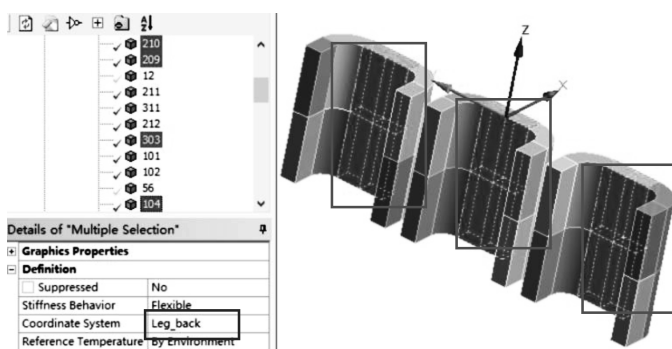

图 10-21 分配 Leg_back 坐标系及选中模型
(9) 在导航树里单击【Leg_back】，图像区域显示 Leg_back 坐标在模型中的位置，分别选择线圈 103、104、109、110、203、204、209、210、303、304、309、310 模型；接着单击右键，从弹出的快捷菜单中选择【Go To】→【Corresponding Bodies in Tree】转移到导航树区域，【Details of “Multiple Selection”】→【Definition】→【Coordinate System】= Leg_back，其他默认，如图 10-21 所示。
(10) 在图形区域单击右键，从弹出的快捷菜单中选择【Show All Bodies】。